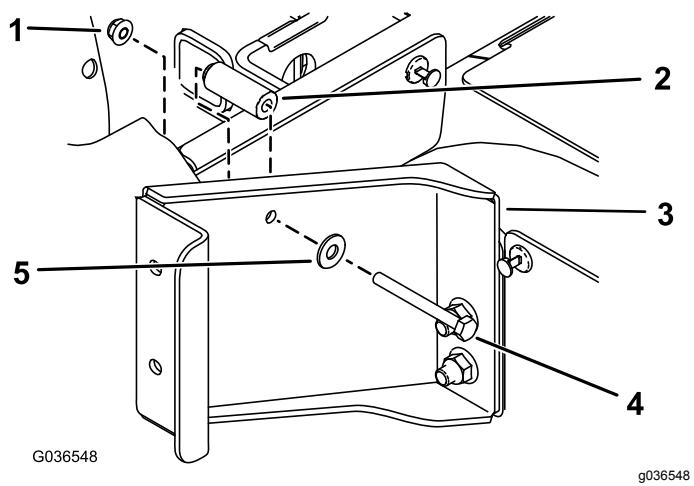

Figure 2
C. Fixez le support derrière le socle du siège arrière à l'aide de 1 boulon à embase hexagonale ($\frac{1}{4}$ " x $2\frac{1}{2}"), 1 rondelle plate ($5/16"), 1 entretoise ($9/32$ " x $5/8") et 1 écrou à embase ($\frac{1}{4}"), comme montré à la Figure 2.$$$$